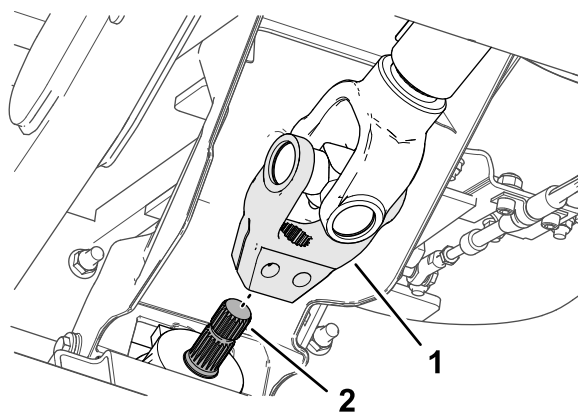

Рисунок 18
5. Совместите шлицы вилки ведущего вала со шлицами входного вала навесного оборудования (Рисунок 18) и наденьте вилку на вал.